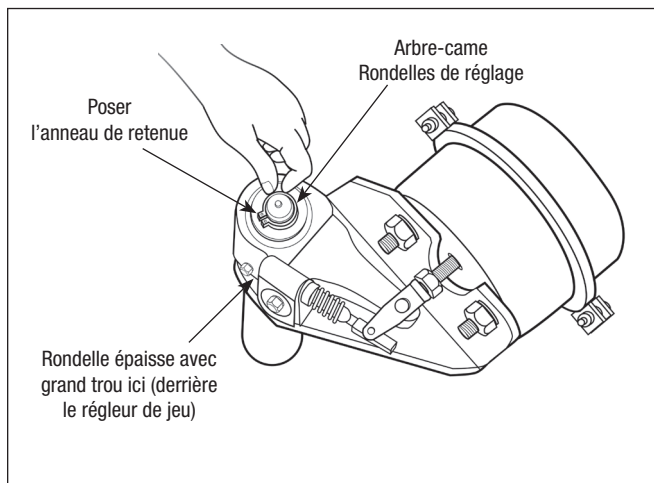

Figure 54 – Pose de la rondelle de réglage et de l'anneau de retenue
2. Poser la rondelle interne du régleur de jeu sur l'arbre-came. La rondelle interne se caractérise par son épaisseur de 0,060 po et par un grand trou. Cf. *Figure 54.*
5. Poser les rondelles de réglage et l'anneau de retenue de l'arbre-came. Cf. *Figure 54.* Vérifier et régler le jeu axial de l'arbre-came. Cf. *Étape 6.*